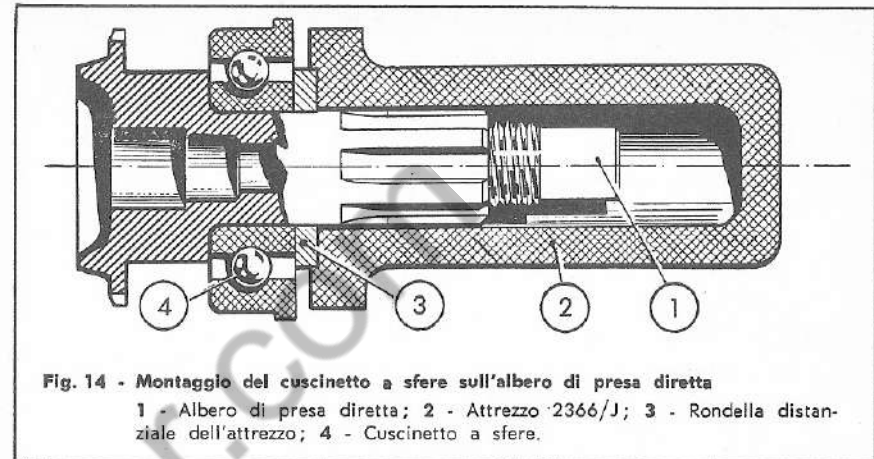

Fig. 14 - Montaggio del cuscinetto a sfere sull'albero di presa diretta
1) Rimontare, nella parete posteriore della scatola cambio, l'albero di presa diretta preparato come in fig. 14.